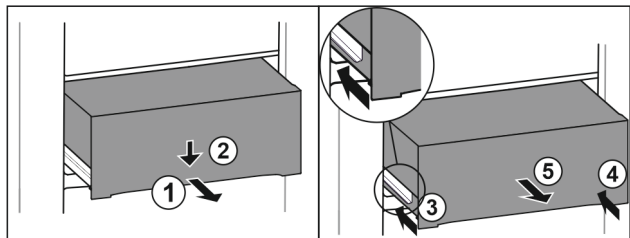

Fig. 111
- ▶ Вытяните выдвижной ящик наполовину. Fig. 111 (1)
- ▶ Вдавите выдвижной ящик в передней части вниз. Fig. 111 (2)
- ▶ Задвиньте левую направляющую прим. на 2 см. Fig. 111 (3)
- ▶ Задвиньте правую направляющую прим. на 2 см. Fig. 111 (4)
- ▶ Извлеките выдвижной ящик движением вперед. Fig. 111 (5)